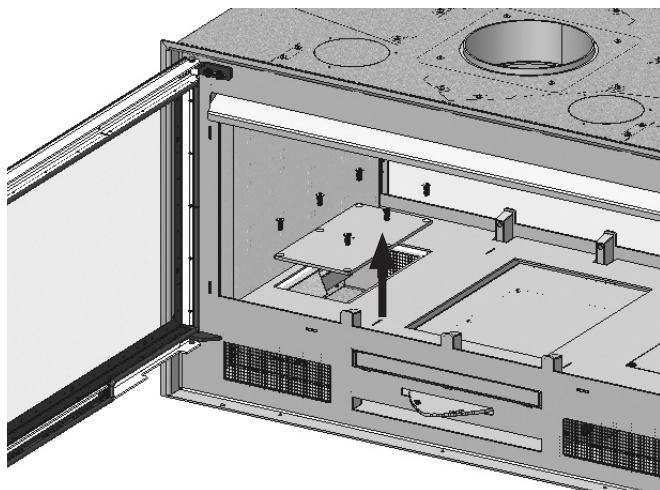

FIG. 10
2. Solte os parafusos nas tampas laterais que dão acesso aos fãs, localizados sob a base. (Fig. 10)